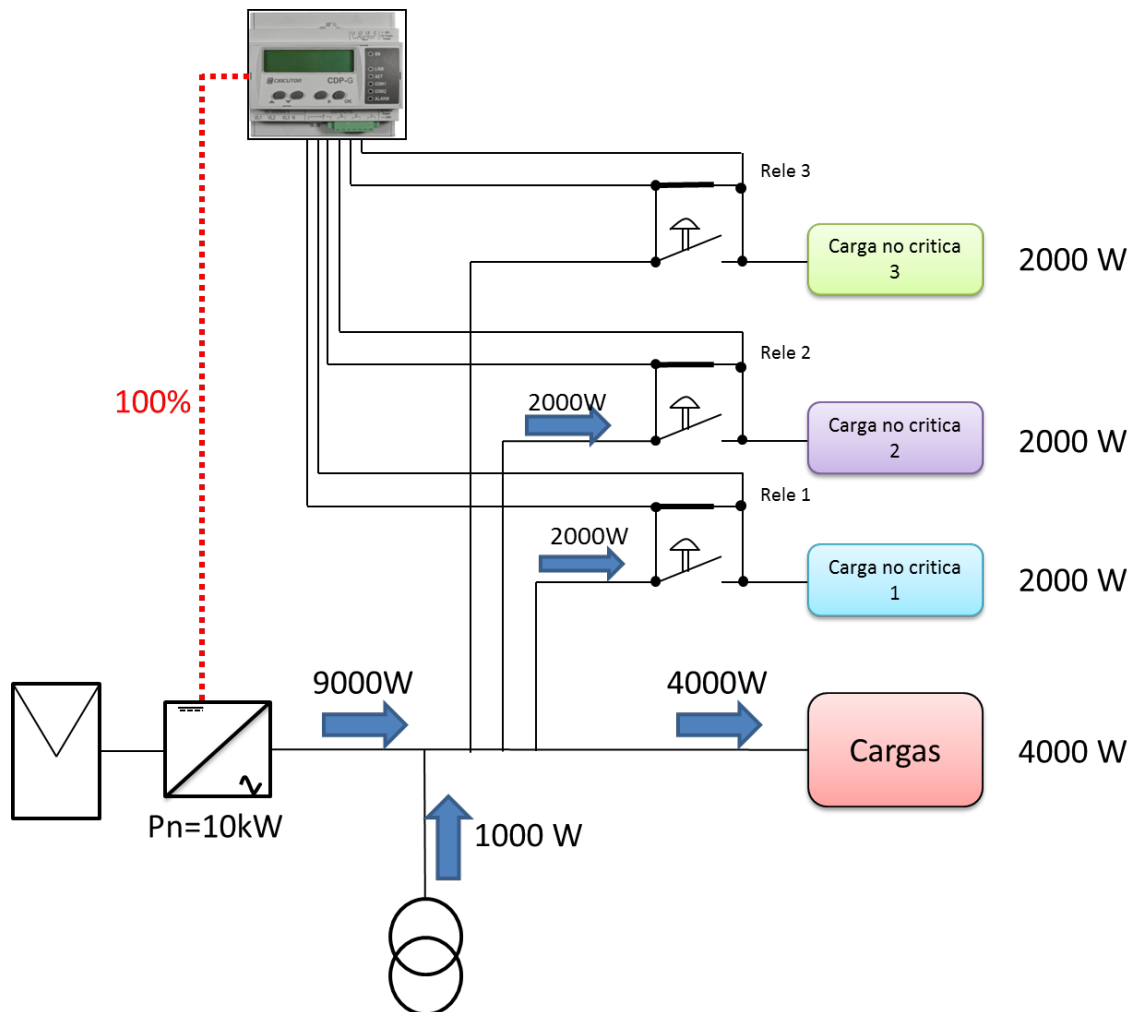

Figure 29 : Installation monophasée avec 3 charges à connecter (charge 1, 2 et 3 connectées)
**Si les 2 conditions sont accomplies, le relais se ferme et la charge numéro 3 est connectée. (Figure 29)**
Comme montré sur la **Figure 29**, il est observé que bien que l'inverseur soit de 10kW, la radiation existante ne lui permet de produire que 9kW, par conséquent, pour satisfaire les 10kW de consommation, il est nécessaire de prendre 1kW du réseau.